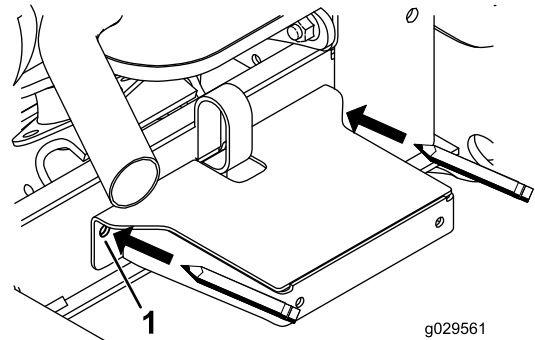

Figura 4
5. Utilizzate il supporto del telaio come riferimento per individuare e contrassegnare gli altri 2 fori di montaggio del parafango sul telaio (Figura 4).